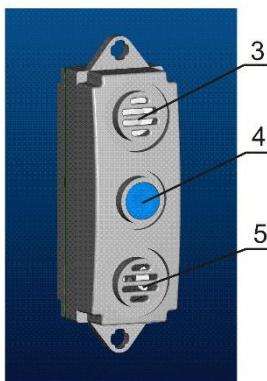
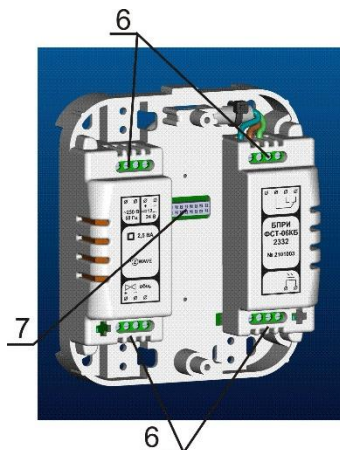

Рисунок 4.2
Рисунок 4.3
4.1 Внешний вид ФСТ-06 представлен на рисунке 4.1. Конструктивно ФСТ-06 состоит из метрологически аттестованного блока сигнализатора загазованности (см. рис.4.2), блока питания, реле, интерфейсов (см. рис.4.3) и легкоъемной декоративной крышки (поз. 2).